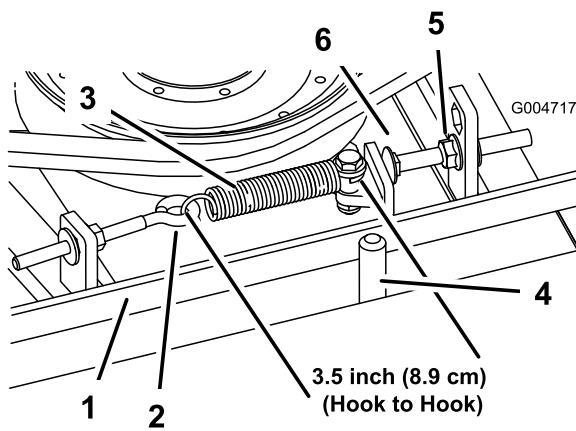

Figure 97
Lorsqu'il est correctement tendu, le ressort d'extension (d'un crochet à l'autre) doit mesurer environ 8,9 cm \pm 6 mm (intérieur). Lorsque le ressort est correctement tendu, ajustez le boulon de butée (boulon de carrosserie) jusqu'à obtention d'un jeu d'environ 3,2 mm \pm 1,5/0,0 mm entre la tête du boulon et le bras de la poulie de tension (Figure 97).
Remarque: La courroie doit être placée du côté ressort du guide (Figure 97).
2. Desserrez le boulon à œil pour pouvoir enlever le ressort d'extension (Figure 97).
3. Desserrez l'écrou à embase qui fixe le boulon de butée à la patte de montage. Reculez l'écrou suffisamment pour que le bras de la poulie de tension passe le boulon de butée (Figure 97). Éloignez la poulie de tension de la courroie pour détendre cette dernière.
8. Raccrochez le ressort d'extension (Figure 97) au boulon à œil et tendez la courroie comme suit :